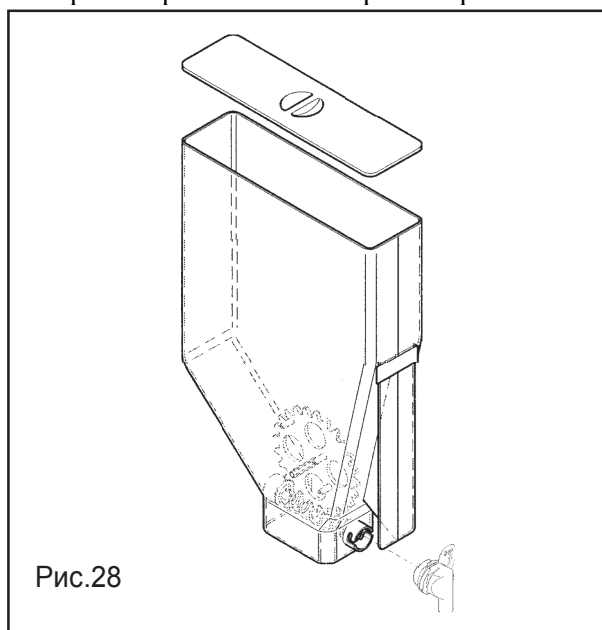

Рис.28
- снимите крышки контейнеров и носики контейнеров (Рис. 28). Опустите все в заранее приготовленный рнаствор.